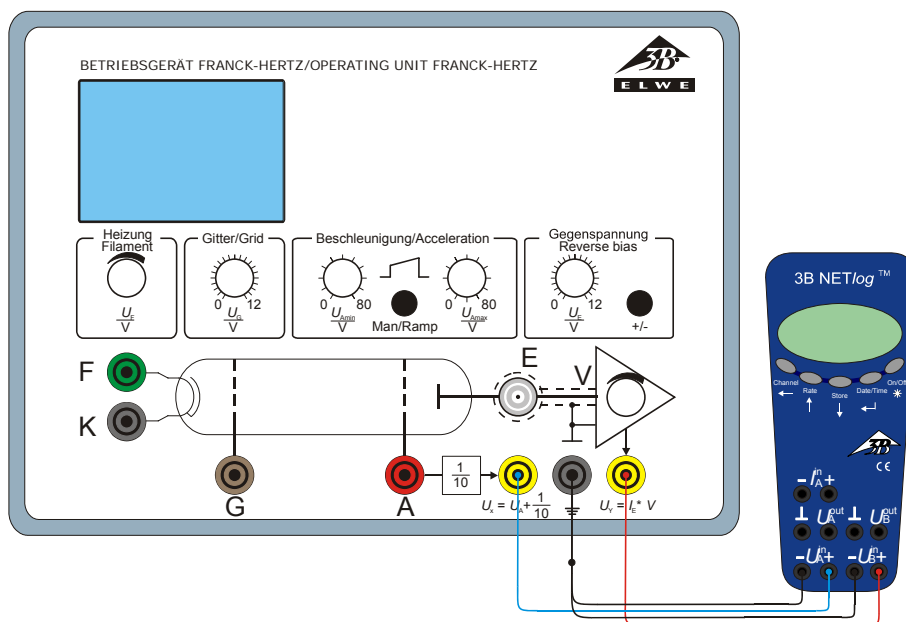

Fig. 6 Anschluss des 3B NET/log™ an das Betriebsgerät für Franck-Hertz-Experiment
- Collegare il 3B NET/ogTM all'apparecchio per l'esperimento di Franck-Hertz. (Vedere Fig. 6). A tale scopo, collegare l'uscita  $U_x$  dell'apparecchio per l'esperimento di Franck-Hertz all'ingresso A e l'uscita  $U_y$  all'ingresso B del 3B NET/ogTM.